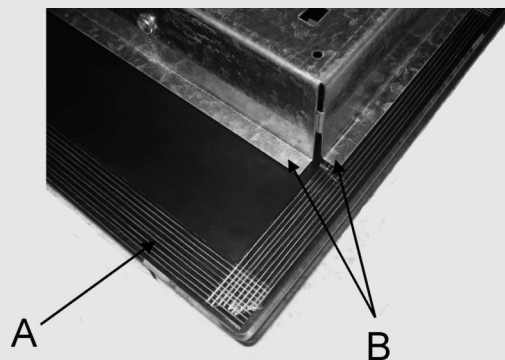

Abb. 9
Die Maße der Öffnung, die oben im modularen Schrank angebracht ist und in die der Gasherd eingebaut werden soll, sind in Abbildung 9 angegeben. Beachten Sie immer die Maße der Bohrung, in die das Gerät eingebaut werden soll (siehe Abb. A).
**Vorsicht: Lassen Sie das Glas (A) nicht direkt auf der Arbeitsplatte aufliegen, sondern das Metallgehäuse (B) muss mit der Arbeitsplatte in Kontakt kommen (siehe Abb. 9).**